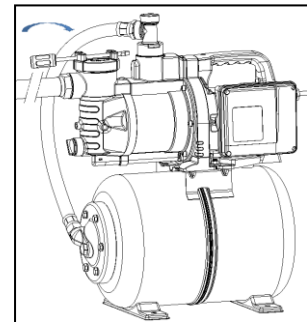

Abb.7
3. Nehmen Sie den Stab wieder heraus und schrauben Sie den Filterdeckel durch Drehen im UZS wieder fest. Schließen Sie die Entlüftungs- und Einfüllschraube wieder wasser- und luftdicht. Achten Sie darauf, dass die Dichtungen nicht verschmutzt und ordnungsgemäß eingelegt sind. Den Filterdeckel müssen Sie relativ fest zuschrauben, bei der Entlüftungs- und Einfüllschraube nicht mit übermäßiger Kraft festziehen, um ein Überdrehen des Gewindes zu vermeiden (Abb.7).